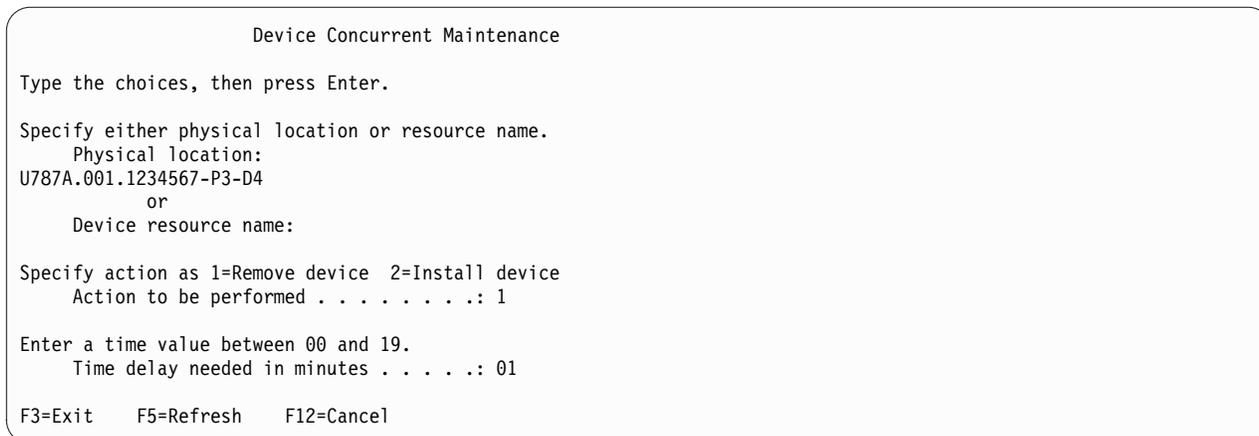

図 60. 「デバイス並行保守 (Device Concurrent Maintenance)」画面の例
15. 「ハードウェア保守管理機能」画面から「デバイス並行保守の選択 (**Select Device Concurrent Maintenance**)」オプションにナビゲートします。Enter キーを押します。68 ページの図 60に、「デバイス並行保守 (**Device Concurrent Maintenance**)」画面が表示されます。